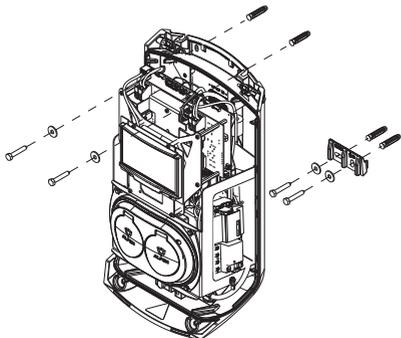

Imagen 3: montaje en pared
5. Fije la carcasa en la parte superior con dos tornillos en la posición correcta (ref. imagen 3).
11. Utilice un destornillador Torx T25 para apretar los dos tornillos de la parte superior de la unidad (imagen 3).